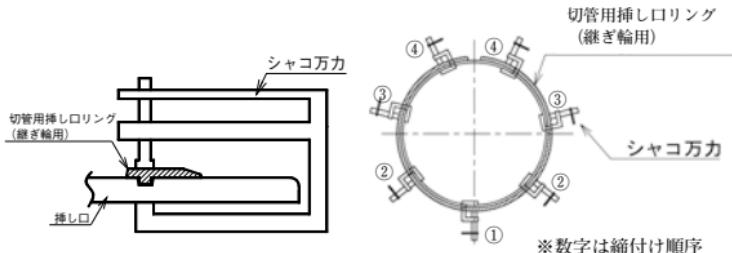

図90 切管用挿し口リングの締め付け
- ② シャコ万力を用いて、図90のように切管用挿し口リング(継ぎ輪用)の分割部の反対側から順次締め付ける。